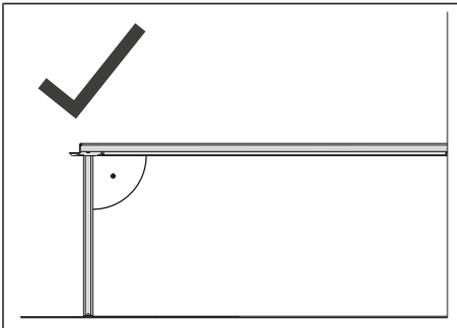

Fig. 6-32: Pied d'appui positionné correctement
- ▶ Bloquer le pied d'appui correctement sur le sol. Pour cela, veiller au positionnement correct du pied d'appui (voir "Fig. 6-32: Pied d'appui positionné correctement", p. 87).